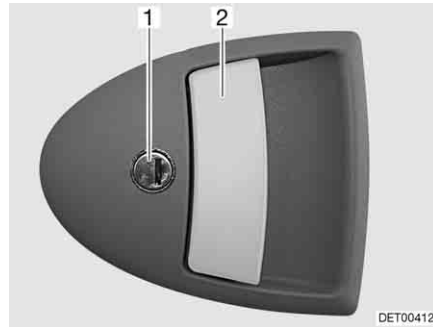

Fig. 43 Fechadura da porta de entrada, lado de fora
- Meta a chave no canhão da fechadura (Fig. 43,1) e gire até a fechadura da porta estar destrancada.
- Puxe o manípulo da porta (Fig. 43,2). A porta está aberta.
- Meta a chave no canhão da fechadura (Fig. 43,1) e gire até a fechadura da porta estar trancada.